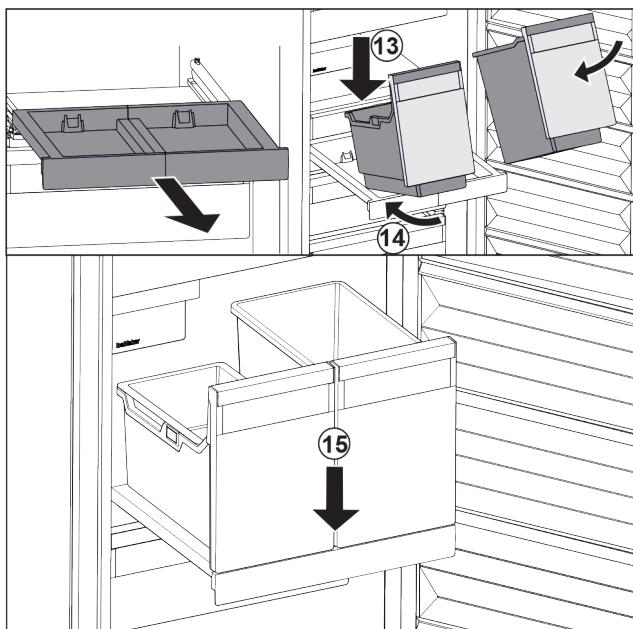

Fig. 35
- ▶ Nasadte nádobu šikmo na vyťahovaciu poličku. *Fig. 35 (13)*
- ▶ Zasuňte nádobu šikmo dozadu. *Fig. 35 (14)*
- ▶ Zložte nádobu vpred. *Fig. 35 (15)*